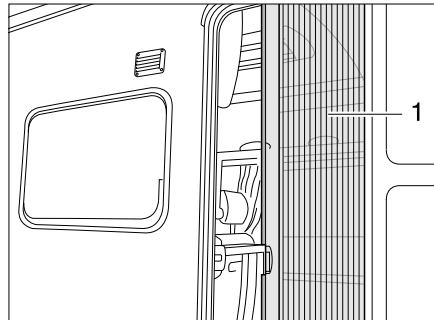

Fig. 26 Moustiquaire
- Sortir entièrement la moustiquaire par la poignée (Fig. 26,1).
- Rentrer entièrement la moustiquaire par la poignée (Fig. 26,1).